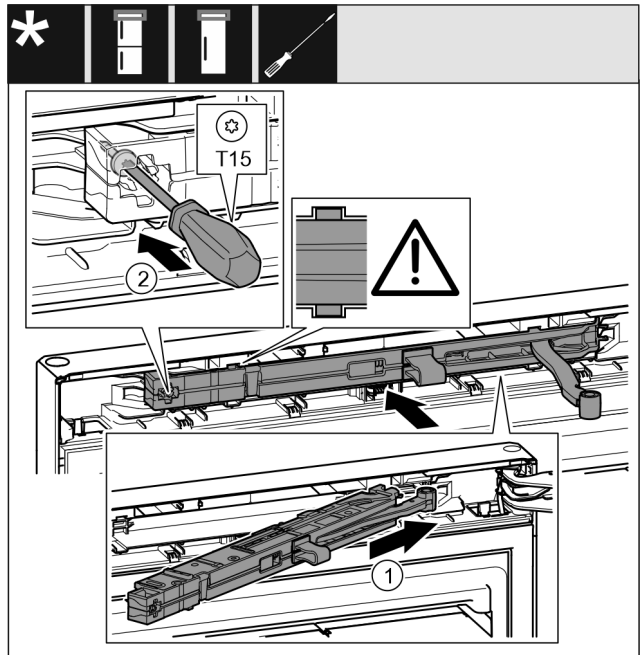

Fig. 30
- ▶ Inserire in diagonale l'unità dell'ammortizzatore di chiusura Fig. 30 (1) nel vano sul lato del blocco di supporto fino a battuta.
- ▶ Stringere la vite Fig. 30 (2) con un cacciavite.